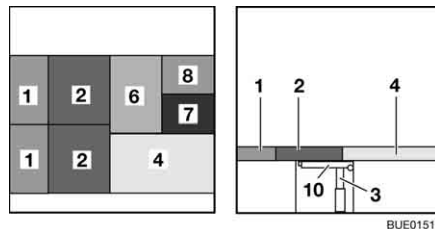

Fig. 157 Después de la transformación
- Colocar los cojines del asiento (Fig. 157,2) en la mesa y en la prolongación de caja de asiento.
- Colocar el cojín del respaldo (Fig. 157,6) en la mesa.